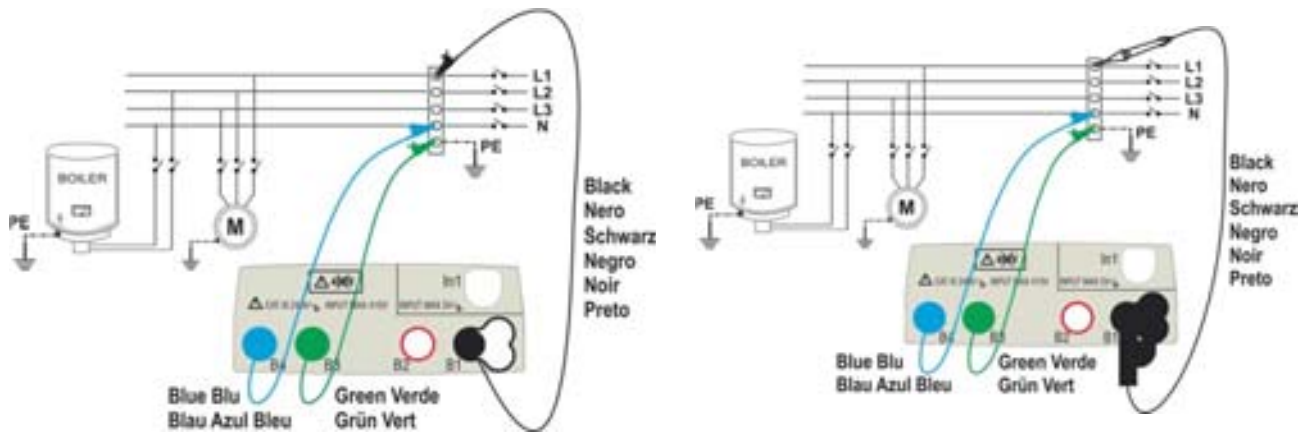
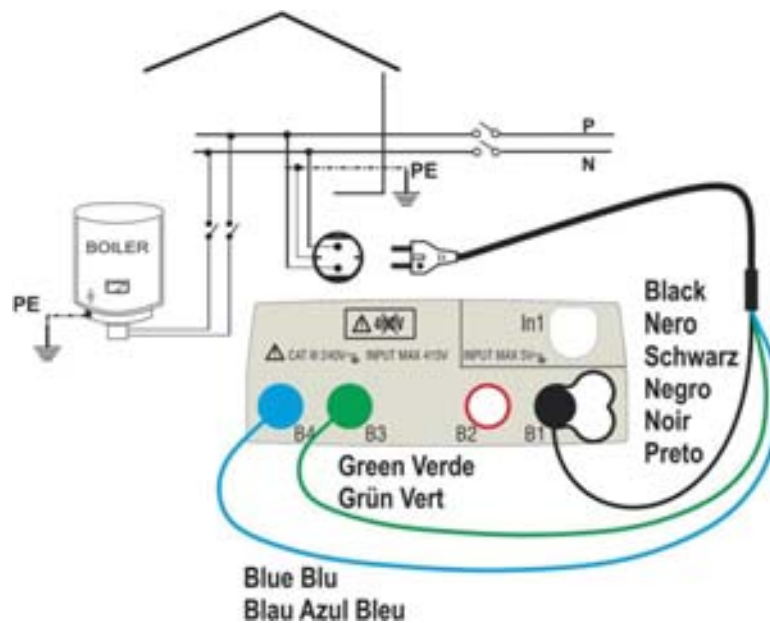

Abb. 10: Geräteanschluss L-PE und L/N-PE mit Einzelkabeln und Tastkopf
Abb. 11: Geräteanschluss L/N-PE mittels Schuko-3 Leiter Kabel
- Verbinden Sie die Krokodilklemmen und/oder die Messkabel und/oder den Tastkopf mit den Enden der zu testenden Leiter wie in Abb. 10 und Abb. 11 gezeigt